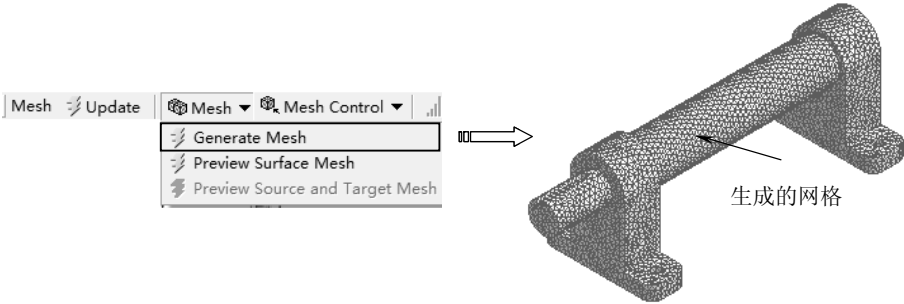

图 6-26 生成网格
3) 在【Outline (分析树)】中选择【Mesh】节点，单击【Mesh】工具栏上的【Mesh (网格)】|【Generate Mesh (生成网格)】命令，将弹出网格生成进度条，表明正在划分网格。当网格划分完成后，进度条自动消失，最终生成效果如图 6-26 所示。